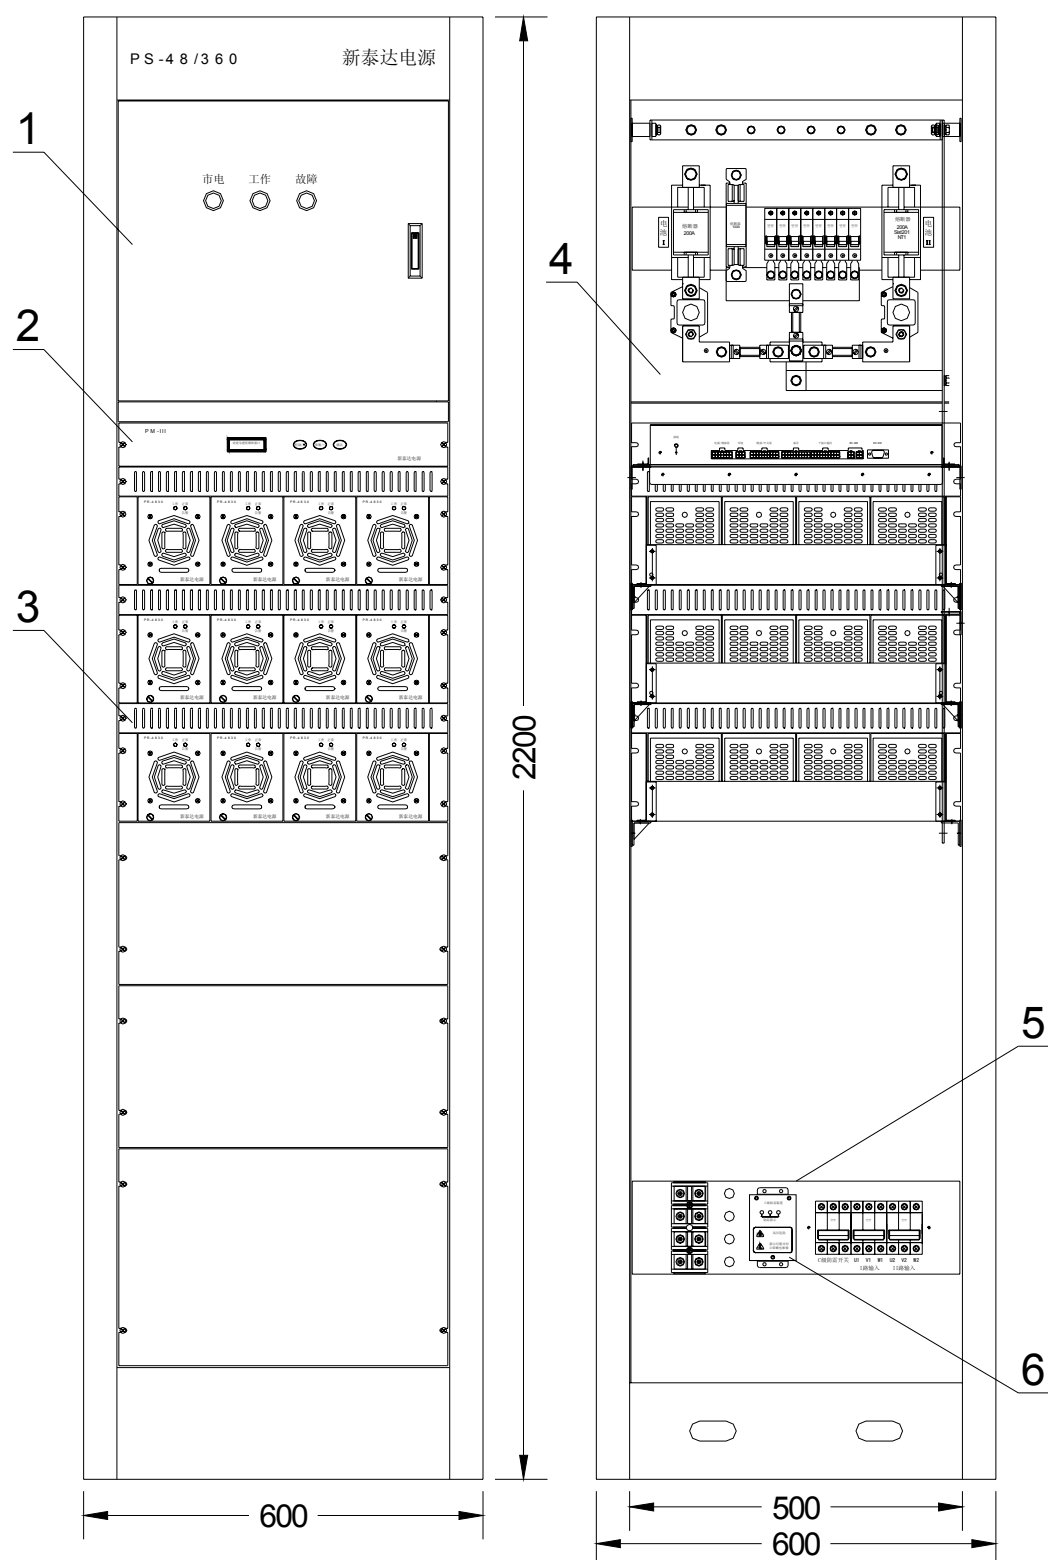

图 9-2 PS-48/360 系统外形图
2) 图 9-2，尺寸为：600*600*2200(mm)，带两路市电转换装置。
- 5) 两路市电转换装置 (图 9-2)
- 6) C 级防雷单元 (图 9-2)